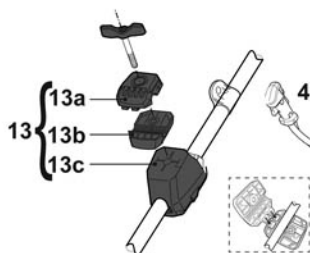

Fig. 1
- > Scoateți capacul (13a) și placa (13b) de la suportul inferior (13c) (Fig.1).